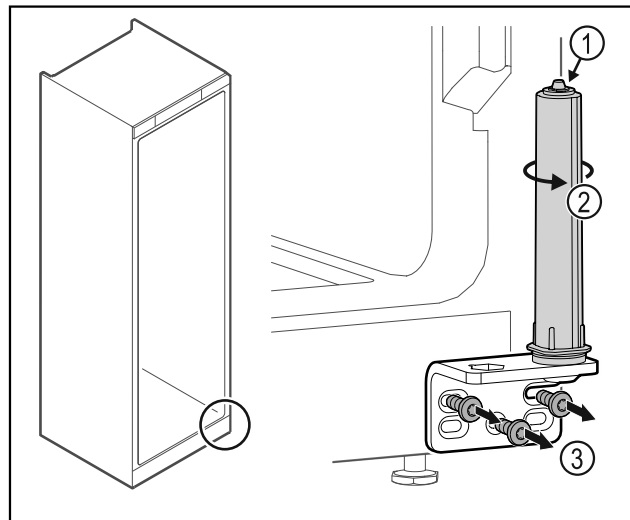

Fig. 33
- ▶ Ne szedje szét az ajtó zárrendszert Fig. 33 (1).
- ▶ Forgassa el a zárrendszert Fig. 33 (2), amíg az be nem kattann.
- ▶ Csavarozza le a csuklópántot Fig. 33 (3).